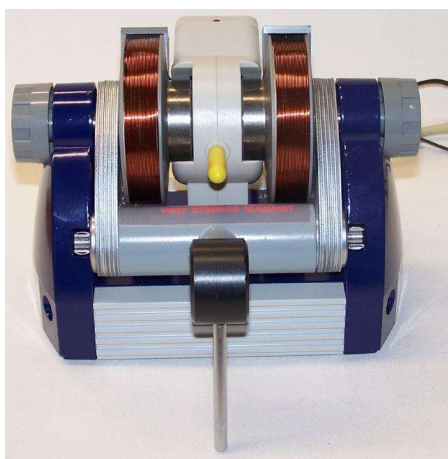

Fig. 2 Unidade base com amostra de glicerina inserida
- Inserir a amostra de glicerina (topo amarelo) na câmara da amostra (ver Fig. 2).